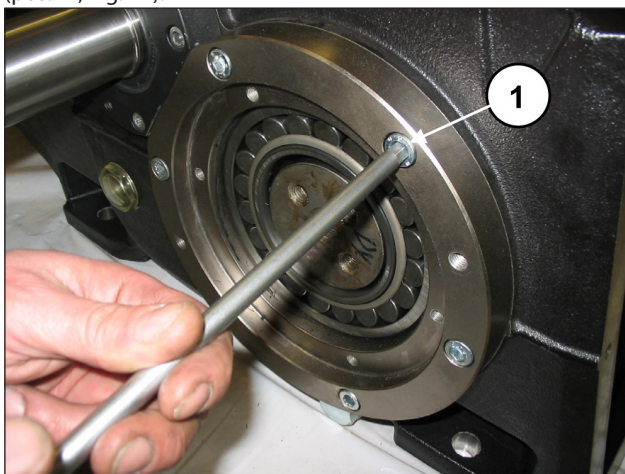

Fig. 22
Solte os parafusos das duas coberturas do porta-rolamento (pos. ①, Fig. 22).